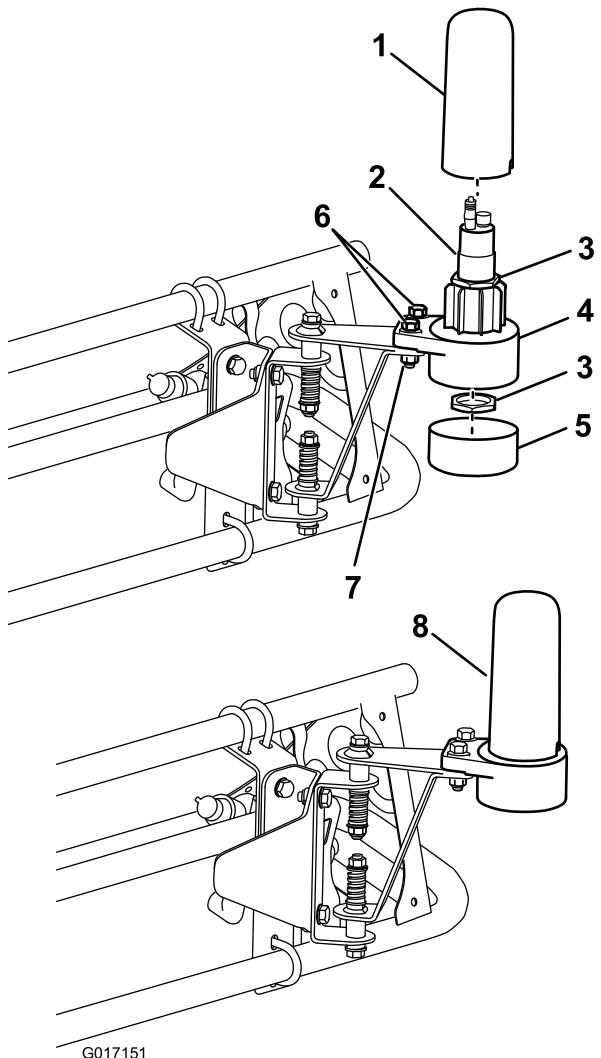

Figura 13
4. Montate il vano del sensore inferiore sulla bulloneria di montaggio del sensore con 2 bulloni (5/16 x 1/4 poll.) e 2 controdadi (5/16 poll.) (Figura 13).
- 6. Montate il sensore sul relativo vano inferiore e fissatelo con 2 dadi grandi forniti con il sensore medesimo (Figura 13).
- 7. Montate il tubo del tappo e il coperchio (Figura 13).